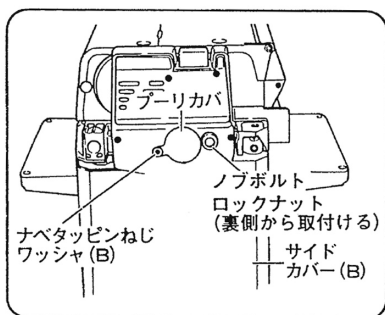

図 32
(2) 付属のプーリカバをナベタッピンねじ、ワッシャ (B), ノブボルト, およびロックナットで取付けます。(図 32)